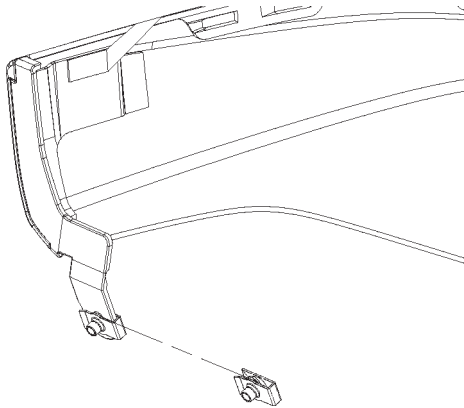

FIGURA 31
5. Introduzca las tuercas en U en la bisagra, en el hueco de la rueda del revestimiento delantero – 1 en cada lado. Consulte la figura 31.